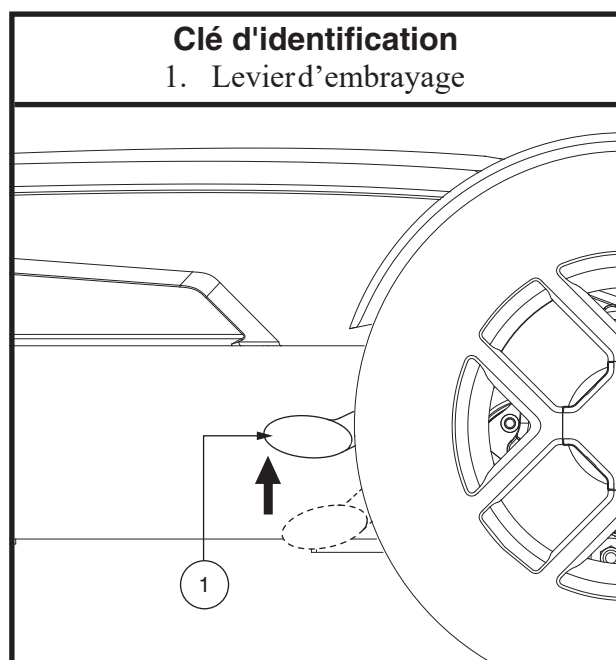

Figure 6. Mode de traction (embrayé)
2. Tirez les deux leviers vers le haut pour embrayer les moteurs. **Voir la figure 6.**
**Voir la figure 6.**